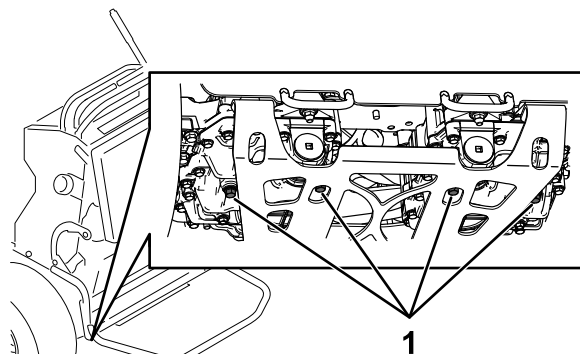

図 67
3. トランスミッションの底部にあるドレンプラグの下にオイルを受ける容器を置く図 67。